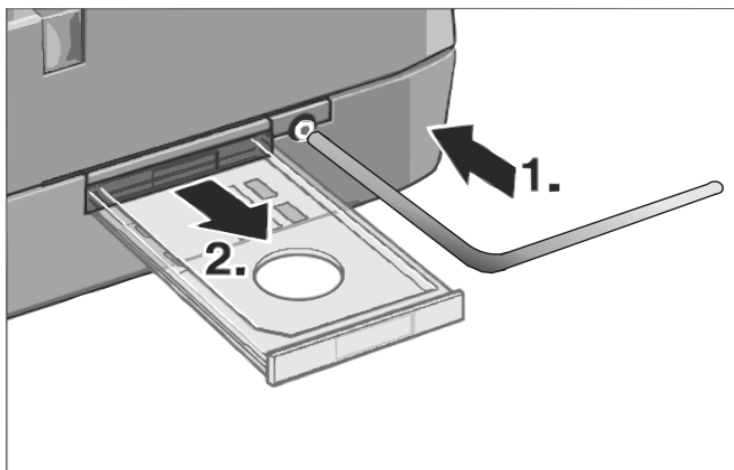
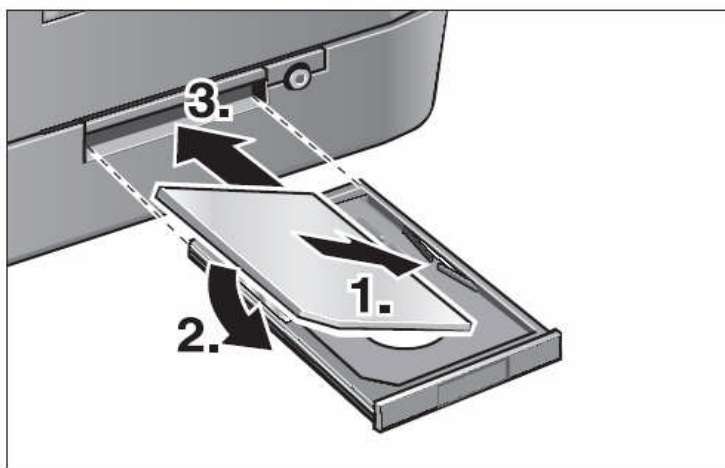

Рис. 2 Извлечение держателя SIM-карты.
Рис. 3 Установка SIM-карты
2.2 Откройте держатель карты (см. Рис. 2 и Рис. 3), приведя в действие выбрасывающий механизм (нажмите на жёлтый штырь рядом с держателем). Вставьте карту в держатель и задвиньте его обратно в корпус. Установку производить только при выключенном электропитании модуля.